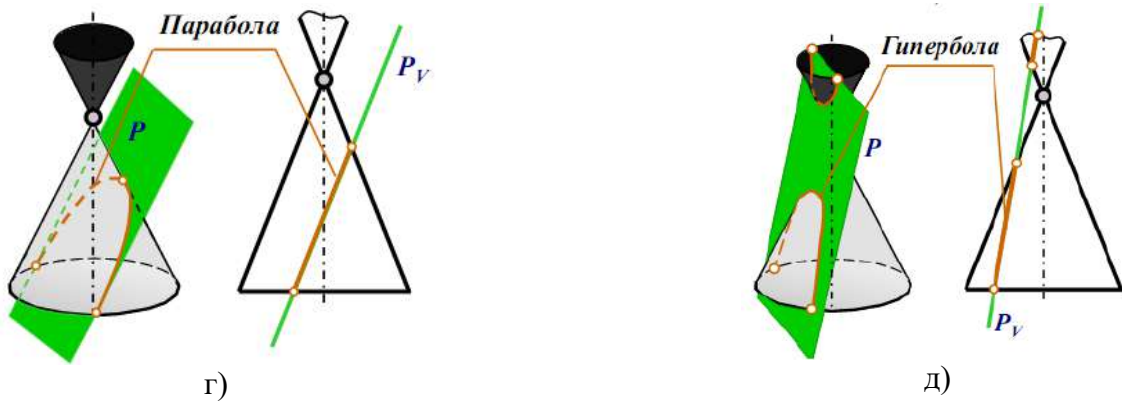

Рисунок 3 Сечение конуса плоскостью
- круг, если плоскость параллельна основанию цилиндра (рисунок 3, а);
- прямоугольник, если секущая плоскость параллельна оси цилиндра (рисунок 3, б);
- фигура, ограниченная эллипсом, если секущая плоскость наклонена к оси цилиндра (рисунок 3, в)
- круг, если секущая плоскость параллельна основанию конуса (рисунок 3, а);
- треугольник, если секущая плоскость проходит через вершину конуса (рисунок 3, б);
- фигура, ограниченная эллипсом, если секущая плоскость пересекает все образующие конуса (рисунок 3, в);
- фигура, ограниченная дугой параболы и отрезком прямой, если секущая плоскость параллельна одной образующей конуса (рисунок 3, г);
- фигура, ограниченная дугой гиперболы и отрезком прямой, если секущая плоскость параллельна двум образующим конуса (рисунок 3, д).